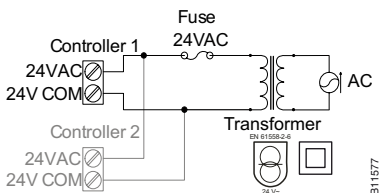
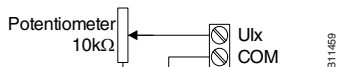

Fig. 6 Câbles de puissance
Fig. 8 Contact numérique sans potentiel (NO et NC)
5. Utiliser des tuyaux en matière plastique d'un diamètre externe de 6,4 mm et interne de 4 mm pour raccorder le capteur de pression aux bornes +/- (figure 6 et figure 8).
Utiliser un fusible extérieur pour protéger le régulateur contre les pointes de tension du côté 24 V CA (côté secondaire) du transformateur, comme représenté dans la figure 6.